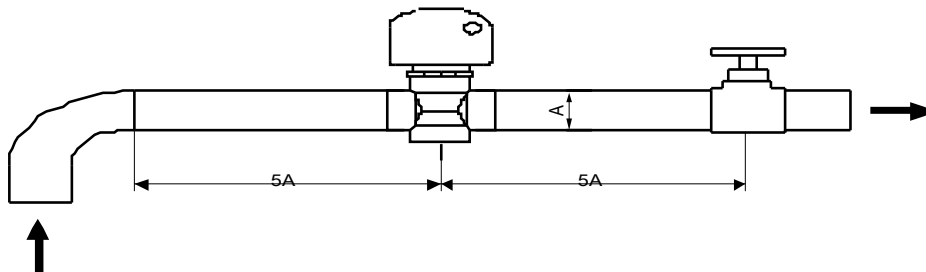

Abbildung 9
- Fassen, bewegen oder heben Sie das Gerät nicht an, indem Sie das Wassereinlass- und -auslassrohr festhalten: Verwenden Sie nur die Löcher im Balken der Basis (siehe Abbildung 9).
- Der Durchflussschalter muss an einer geraden Rohrleitung installiert sein und auf beiden Seiten des Durchflussschalters muss mehr als das Fünffache des Rohrdurchmessers vorhanden sein (siehe Abbildung 9 unten). Die Richtung der Flüssigkeit muss dem Pfeil auf der Steuerung folgen. Der Klemmenblock sollte in einer leicht zu bedienenden Position installiert werden.